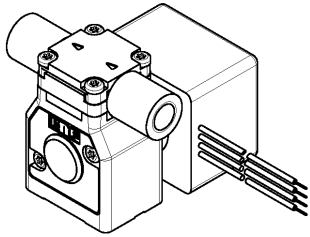

Fig. 5: bevorzugte Einbaulage für einköpfige Pumpen: waagrecht
- Einbaulage → Die Einbaulage der Pumpe kann prinzipiell frei gewählt werden. Bei einköpfigen Pumpen für maximale Genauigkeit und schnelle Entlüftung die bevorzugte Einbaulage beachten (Fig. 5).